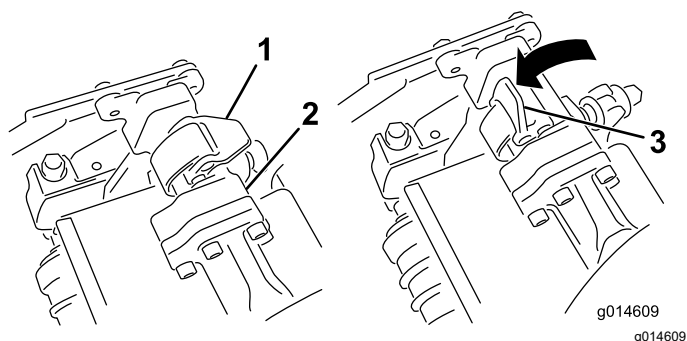

Рисунок 62
4. Откройте защелки на штанге рычага подвески (Рисунок 62), нажмите на рычаг подвески вниз так, чтобы он сел на оба рычага угла продольного наклона режущего блока, и убедитесь, что защелки переместились под поперечную штангу режущего блока (Рисунок 63).
5. Опустите защелки и поверните вокруг стержня режущего блока и заблокируйте их (Рисунок 62).
6. Откройте защелки на штанге рычага подвески режущего блока, который необходимо снять (Рисунок 62).